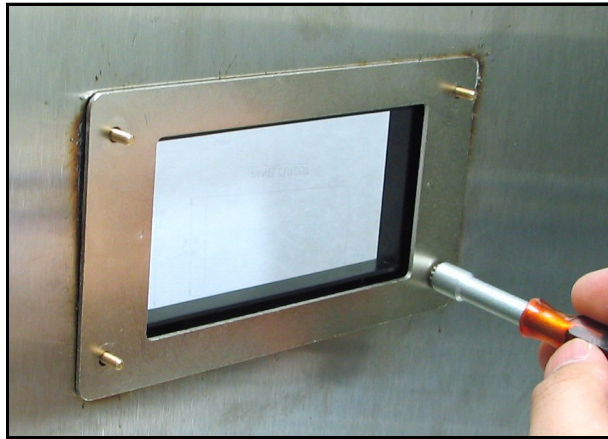
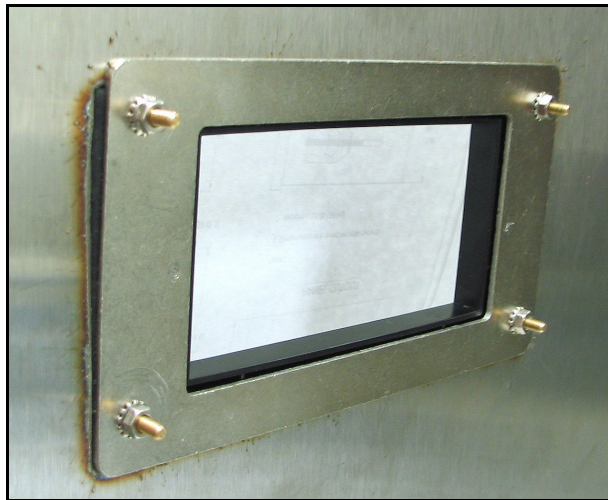

Abbildung 19: Befestigen der Baugruppe an der Tafel
Abbildung 20: Montage der Platten-Baugruppe abgeschlossen
4. Schrauben Sie Muttern auf die vier Schrauben und fixieren Sie die Baugruppe an der Tafel (siehe Abbildung 19 und Abbildung 20). Prüfen Sie mit einer Fühlerlehre hinter der Dichtung den Andruck und ziehen Sie die Muttern fest, bis der Spalt $0,81 \text{ mm} \pm 0,05 \text{ mm}$ ($0,032 \text{ Zoll} \pm 0,002 \text{ Zoll}$) beträgt.